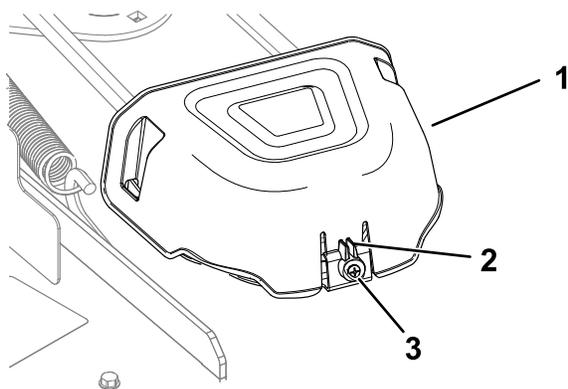

Рисунок 55
5. Ослабьте винт и нажмите внутрь на выступ в кожухе, чтобы снять кожухи шкива (Рисунок 55)